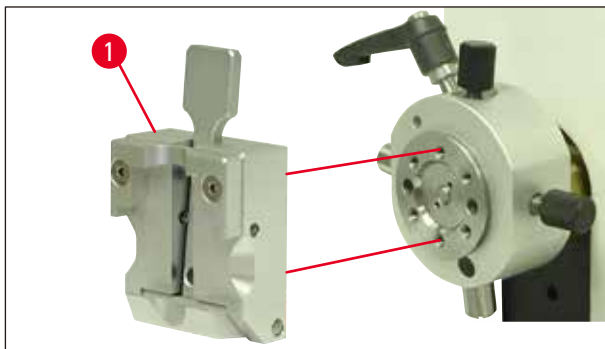

Fig. 11
- Placez la pince (→ Fig. 10-4) comme indiqué sur le croquis (→ Fig. 11) sur le support et fixez-la à l'aide des deux vis (→ Fig. 11-1).